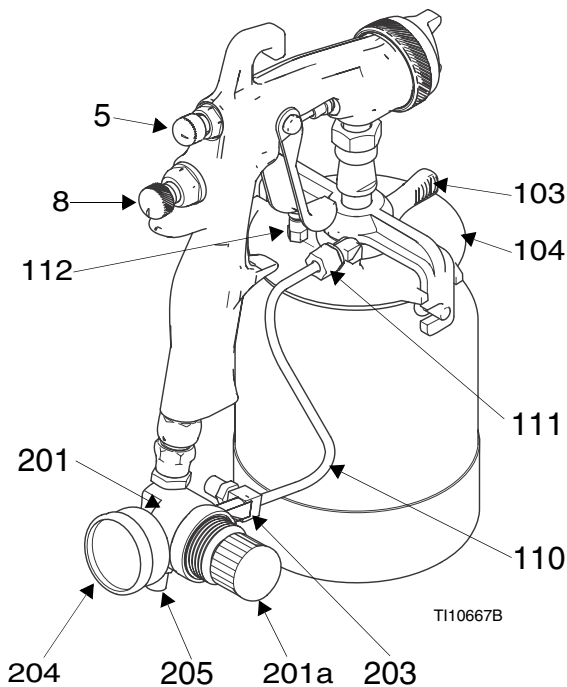

FIG. 2
1. Monter le régulateur de pression d'air (201) sur la prise d'air (25) du pistolet. Voir FIG. 2.
2. Bien attacher le tuyau de pression (110) sur le T de la vanne de sécurité (203) du régulateur.
2. **Modèle 289233** : Tourner le bouton du régulateur (201) jusqu'au bout dans le sens antihoraire. Lâcher la pression dans le réservoir en ouvrant sa vanne de détente (112). Voir FIG. 2, page 16.